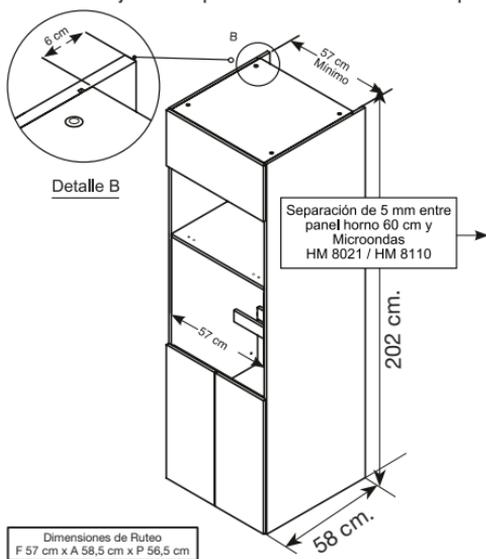

Figura 4
3. En la parte posterior, desde el poyo hasta la altura máxima del mueble debe haber una separación mínima de 6 cm entre la pared y cualquier espaldar, esta separación debe coincidir con la ventilación de la parte superior del mueble (ver detalle B figura 4), la parte posterior del horno debe quedar libre de obstáculos para permitir la ventilación.